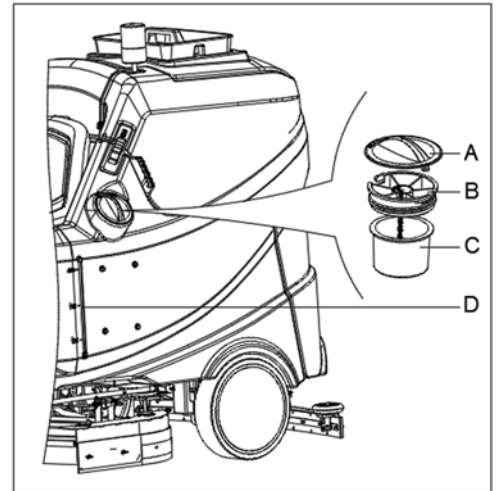

Abb. 11
1. Öffnen Sie den Deckel des Wassereinlasses (A, Abbildung 11).
3. Überfüllen Sie den Tank nicht, kontrollieren Sie das Wasservolumen über die Wasserstandsanzeige (D).